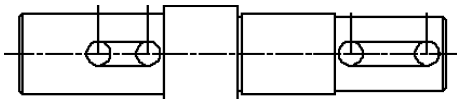

图 5-104 绘制直线
(9) 单击“默认”选项卡“绘图”面板中的“直线”按钮 ，绘制与圆相切的 4 条直线，绘制结果如图 5-104 所示。